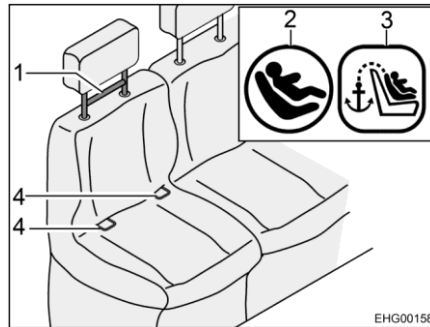
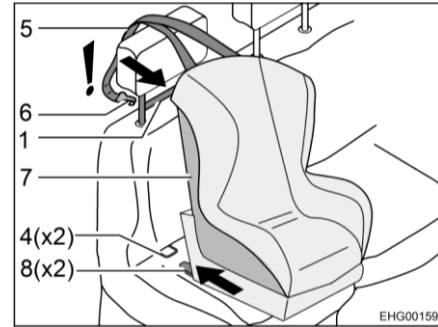

Fig. 8 Asiento con Isofix
Fig. 9 Fijación con Isofix
Los asientos del vehículo apropiados para Isofix tienen el símbolo Isofix (Fig. 8,2). La situación del Top Tether también está marcada con un símbolo (Fig. 8,3).
- Encajar los brazos de enganche (Fig. 9,8) en los puntos de anclaje (Fig. 8,4). En esto, se deberá oír un clic distintivo.
- Con un fuerte tirón verificar que el asiento infantil (Fig. 9,7) esté firmemente fijado.
- Pasar la correa Top Tether (Fig. 9,5) sobre el reposacabezas del asiento del vehículo.
- Enganchar el gancho de fijación (Fig. 9,6) en el Top Tether (Fig. 8,1).